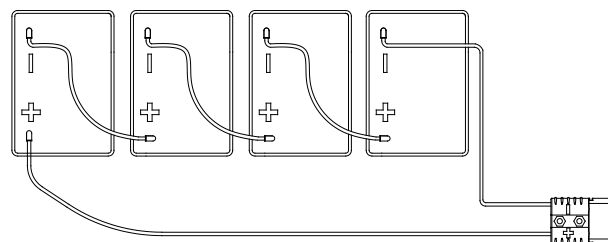

Figure 56
3. La machine est équipée de câbles de batterie adaptés à l'installation de batteries 4 x 6V. Placer doucement les batteries dans le compartiment, puis installer le câble de la batterie comme indiqué à la figure 56, serrer soigneusement l'écrou sur chaque borne de la batterie.